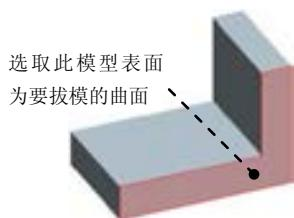
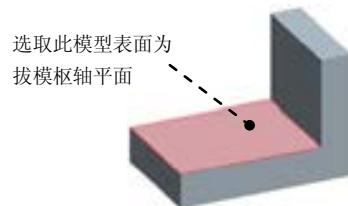

图 5.15.3 选取要拔模的曲面
图 5.15.4 选取拔模枢轴平面
Step3. 选取要拔模的曲面。选取图 5.15.3 所示的模型表面。
(1) 在操控板中单击 图标后的 **单击此处添加项目** 字符。
(2) 选取图 5.15.4 所示的模型表面。完成此步操作后，模型如图 5.15.4 所示。